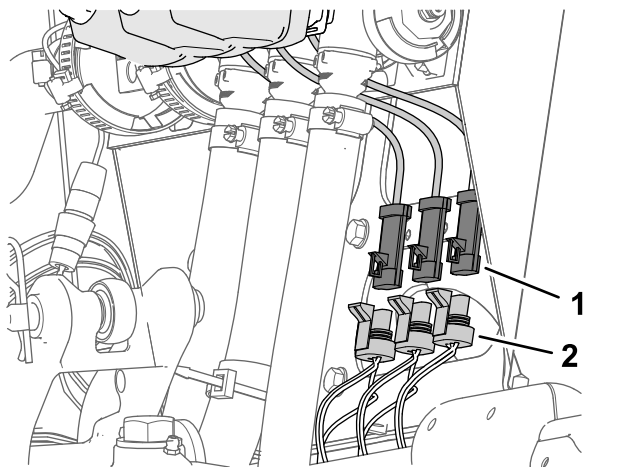

Figura 31
1. Scollegate il connettore a 3 prese indicato come VALVOLA DI IRRORAZIONE DI SINISTRA, VALVOLA DI IRRORAZIONE CENTRALE e VALVOLA DI IRRORAZIONE DI DESTRA del cablaggio preassemblato della macchina dai connettori a 3 pin dei 3 attuatori delle valvole di irrorazione (Figura 31).